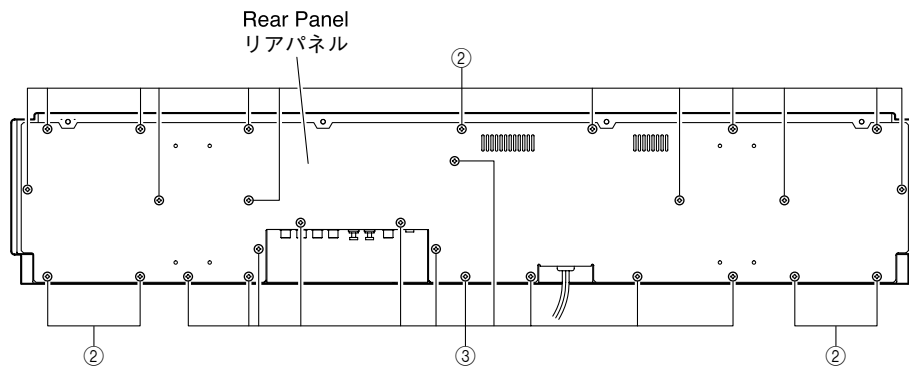

Fig. 1
- Remove 17 screws (②) and 11 screws (③). (Fig. 1)
- Remove the Rear Panel. (Fig. 1)
- ②のネジ17本、③のネジ11本を外します。(Fig. 1)
- リアパネルを取り外します。(Fig. 1)